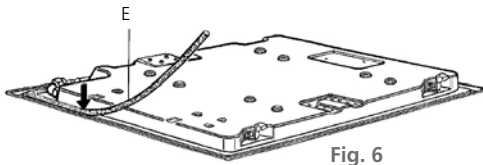
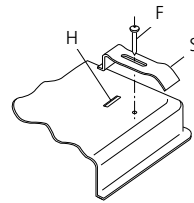

Fig. 6
Fig. 7
- O kit de fixação que acompanha o produto é composto de suportes especiais, parafusos (fig. 7 - "S" e "F") e material para evitar a infiltração de líquidos no tampo (massa de calafetar para isolamento) (fig. 6 - E).
- A aplicação da massa de calafetar deve ser feita da seguinte forma: apoiar o cooktop com o seu lado inferior para cima (fig. 6). As tiras de massa de calafetar "E" devem ser colocadas na borda que ficará em contato com o tampo, em toda a sua periferia. Fazer com que a aderência entre a massa de calafetar e a borda do cooktop seja boa, pressionando com os dedos. Ao final deve haver total continuidade do material de isolamento na borda do cooktop.
- Para fixá-lo no tampo, centralizar bem o cooktop com a abertura do mesmo. Na parte inferior deve ser encaixado o suporte "S" na fenda "H" (fig. 7). Existem 2 suportes de fixação. O aperto de fixação não deverá ser demasiado para não deformar a bandeja metálica inferior e prejudicar o funcionamento do cooktop.